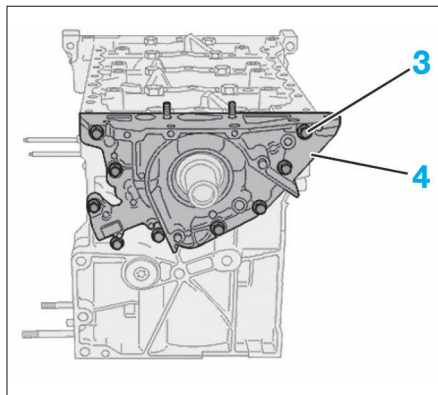

FIG. 43
- les vis de fixation (3) de la pompe à huile (4) (Fig.43),
- la pompe à huile (4).